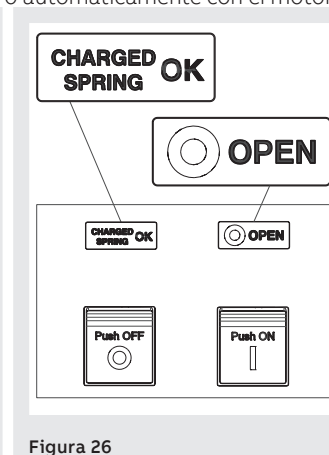

Figura 26
2. Interruptor abierto con resortes cargados (véase Figura 26).